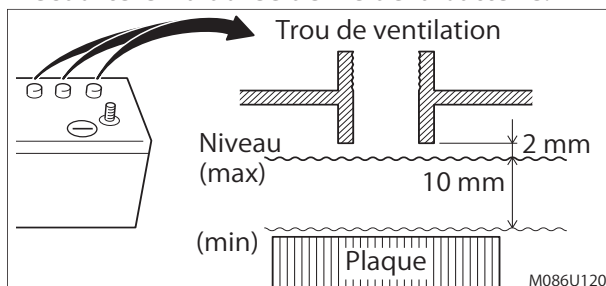

Fig. 7-2
- (1) Vérifiez le niveau de liquide de batterie tous les jours (spécialement lorsque la machine est utilisée dans un environnement/pays chaud et sec)
- (2) Si le niveau de liquide dépasse les 10 mm, ajoutez uniquement de l'eau distillée jusqu'à ce que le liquide de batterie se trouve à 2 mm sous le fond de la gaine de remplissage (fig. 7-2).